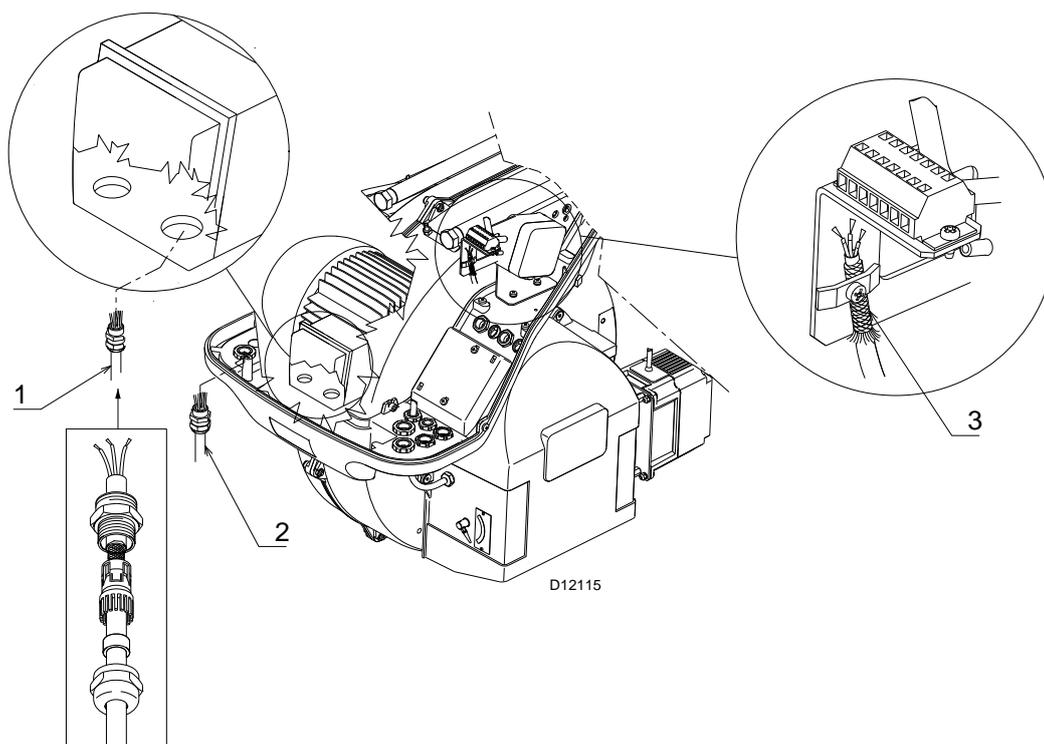

Fig. 22
Es importante proteger el cable motor 1) como se indica en la Fig. 22.
Leyenda (Fig. 22)
Realizar la conexión desde el inverter a la leva electrónica REC 37..., como se indica en la Fig. 22 pos. 3.